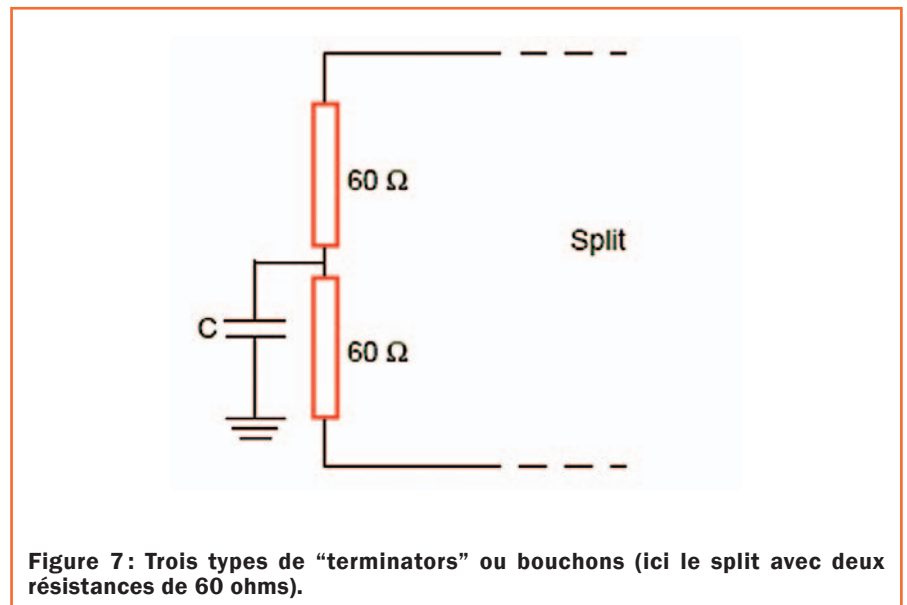

Figure 7: Trois types de "terminators" ou bouchons (ici le split avec deux résistances de 60 ohms).
- 2) **Split** : ici la résistance de 120 ohms est divisée en deux résistances de 60 ohms chacune. Leur point de jonction est relié à la masse à travers un condensateur (figure 7).